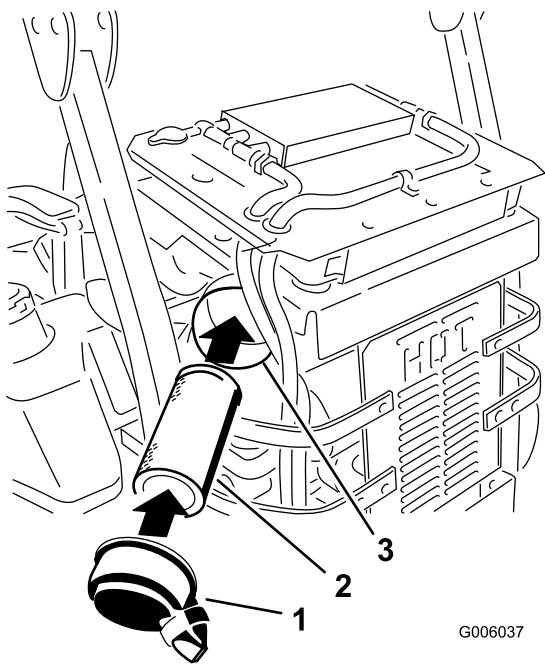

Figura 32
5. Abra los cierres del limpiador de aire y tire de la tapa del limpiador de aire para separarla de la carcasa del limpiador de aire (Figura 32).
7. Extraiga con cuidado el filtro del cuerpo del limpiador de aire (Figura 32). Evite golpear el filtro contra el lado de la carcasa.
2. Introduzca el filtro con cuidado en la carcasa del limpiador de aire (Figura 32). Asegúrese de que está bien asentado empujando sobre el borde exterior del filtro mientras lo instala.
3. Instale la tapa del limpiador de aire y fije los cierres (Figura 32).